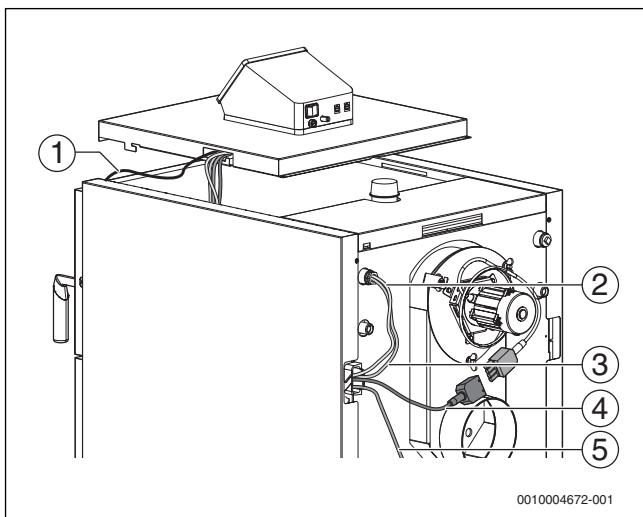

Fig. 21 Treceți cablurile și cablurile senzorilor prin capacul cazonului
- Treceți cablul și cablul senzorului prin adâncitura capacului cazonului (→ Fig. 21).
- ▶ Treceți cablul și conducta capilară a senzorului de temperatură a cazonului (FK) și a limitatorului de siguranță a temperaturii (STB) prin suporturile de cablu care ies din cazon.
- ▶ Senzorul pentru temperatură cazonului și limitatorul de temperatură de siguranță (→ Fig. 21, [1], pagina 20) se introduc în teaca de imersie [3] de pe partea posterioară a cazonului.